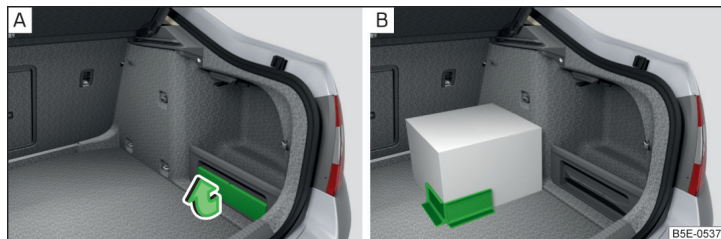

Fig. 110 Scoaterea elementului Cargo / exemplu de fixare a încărcăturii prin intermediul elementului Cargo
- Scoateți elementul Cargo (o parte a capacului compartimentului de depozitare) în sensul săgeții » fig. 110 - A.
- Fixați elementul Cargo cu scai de mocheta portbagajului » fig. 110 - B.